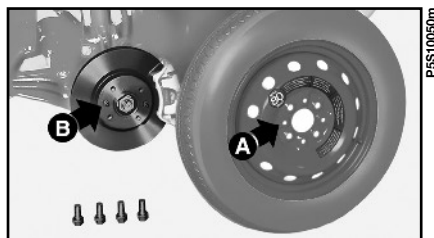

fig. 5
13) Montare il ruotino di scorta, facendo coincidere i fori **A**-fig. 5 con i relativi perni **B**.